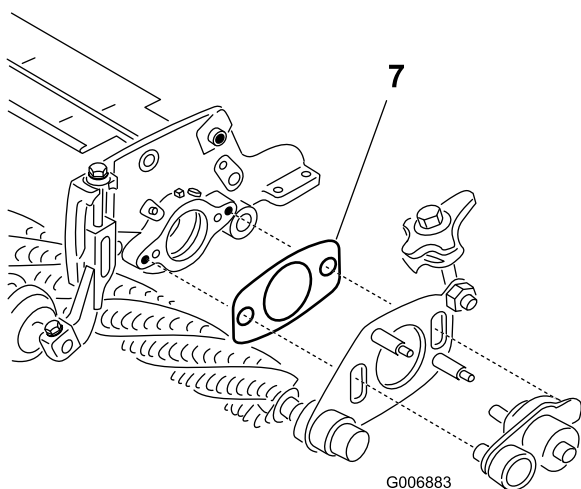

Figura 50
7. Verificate che lo spessore (Figura 50) tra la piastra orientabile dell'elemento grooming lato comando e la piastra laterale dell'apparato di taglio non sia compresso dal mozzo del perno. Lo spessore deve potersi muovere senza attrito.